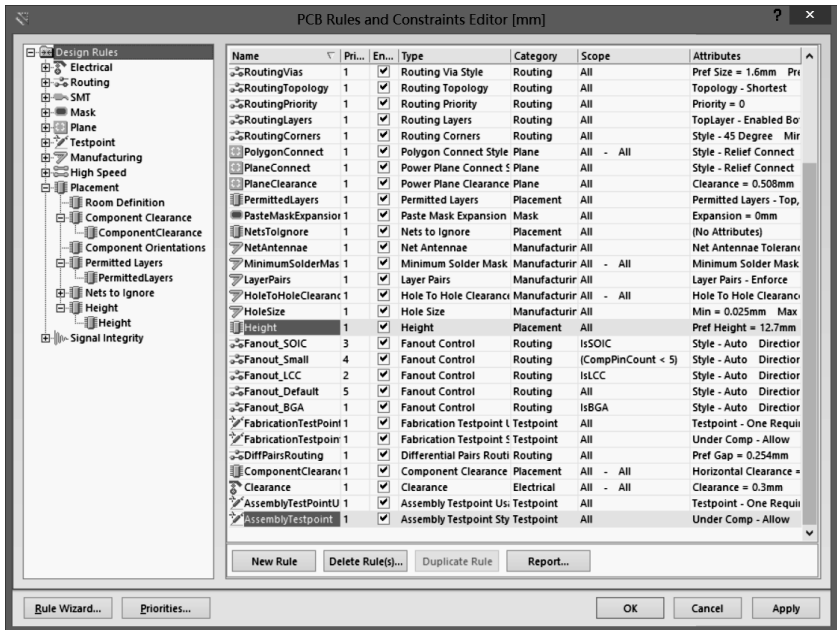

图 7-2-22 PCB 规则和约束编辑器对话框
(1) 执行菜单命令 Design→Rules...，调出 PCB 规则和约束编辑器对话框，如图 7-2-22。